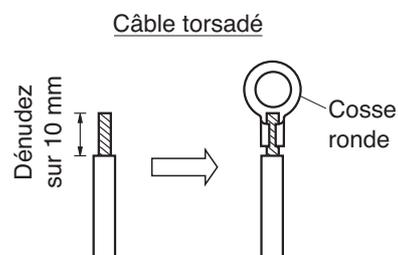
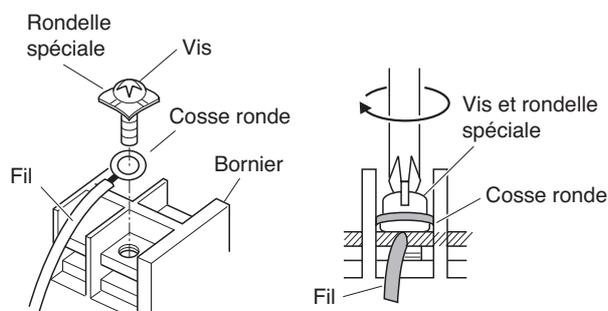

Fig. 5-5
Fig. 5-6
- (1) Découpez l'extrémité du fil à l'aide d'une pince coupante, puis dénudez l'isolant sur 10 mm environ et torsadez convenablement les extrémités du fil. (Fig. 5-5)
- (2) A l'aide d'un tournevis cruciforme, retirez la (les) vis des bornes du bornier.
- (3) Sertissez une cosse ronde sur chaque fil.
- (4) Mettez-les en place sur le bornier et serrez correctement. (Fig. 5-6)